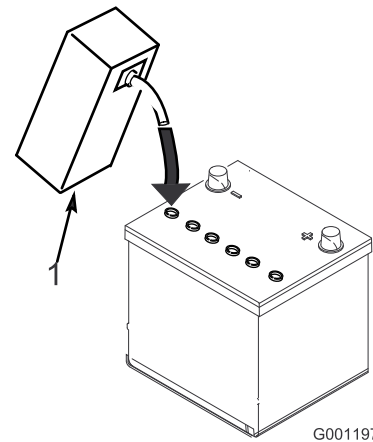

図 10
- 各セルの電極板が液面下 6 mm 程度に水没するまで、電解液を慎重に入れる (図 10)。
注 必要に応じて、電極板が 6 mm 程度水没するまで電解液を補充する (図 10)。